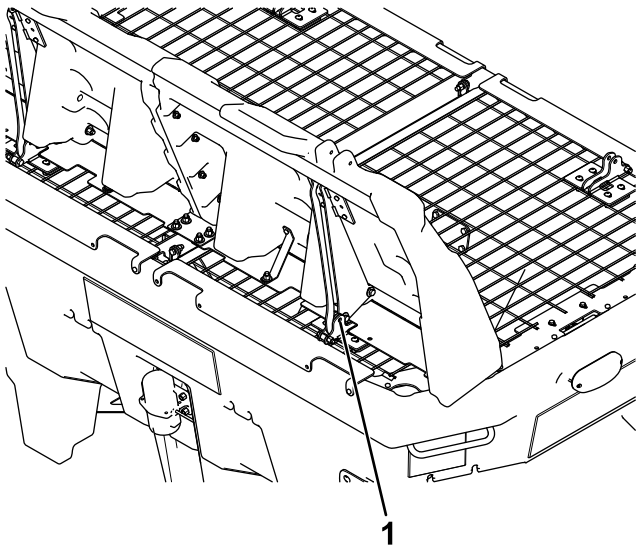

**Bild 20**
2. Befestigen Sie an jeder Befestigungshalterung eine Büchse mit einer Schraube ( $\frac{3}{8}$ " x  $1\frac{3}{4}$ " ) und einer Mutter (Bild 20).